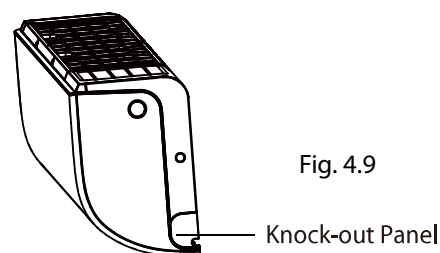

Fig. 4.9
2. Si la perforación de la pared está detrás de la unidad, mantén el seguro "knock-out panel" en su lugar si la perforación de la pared esta de lado de la unidad interior, quitar el seguro "knock-out panel" de ese lado de la unidad. (Ver fig. 4.9). Esto creara un espacio en el cual la tubería pueda salir de la unidad. Usa algo con punta si el plástico del panel es muy difícil de quitar con la mano.